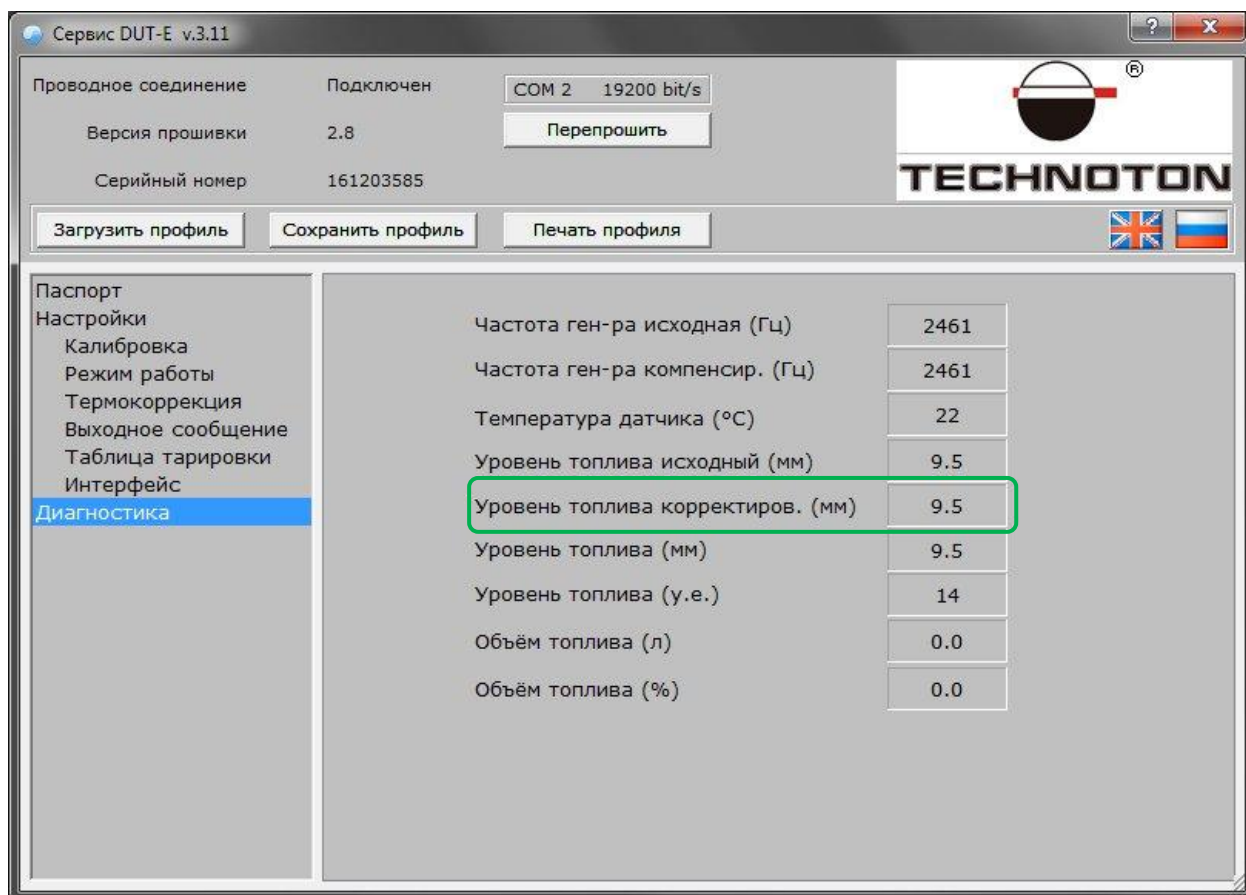
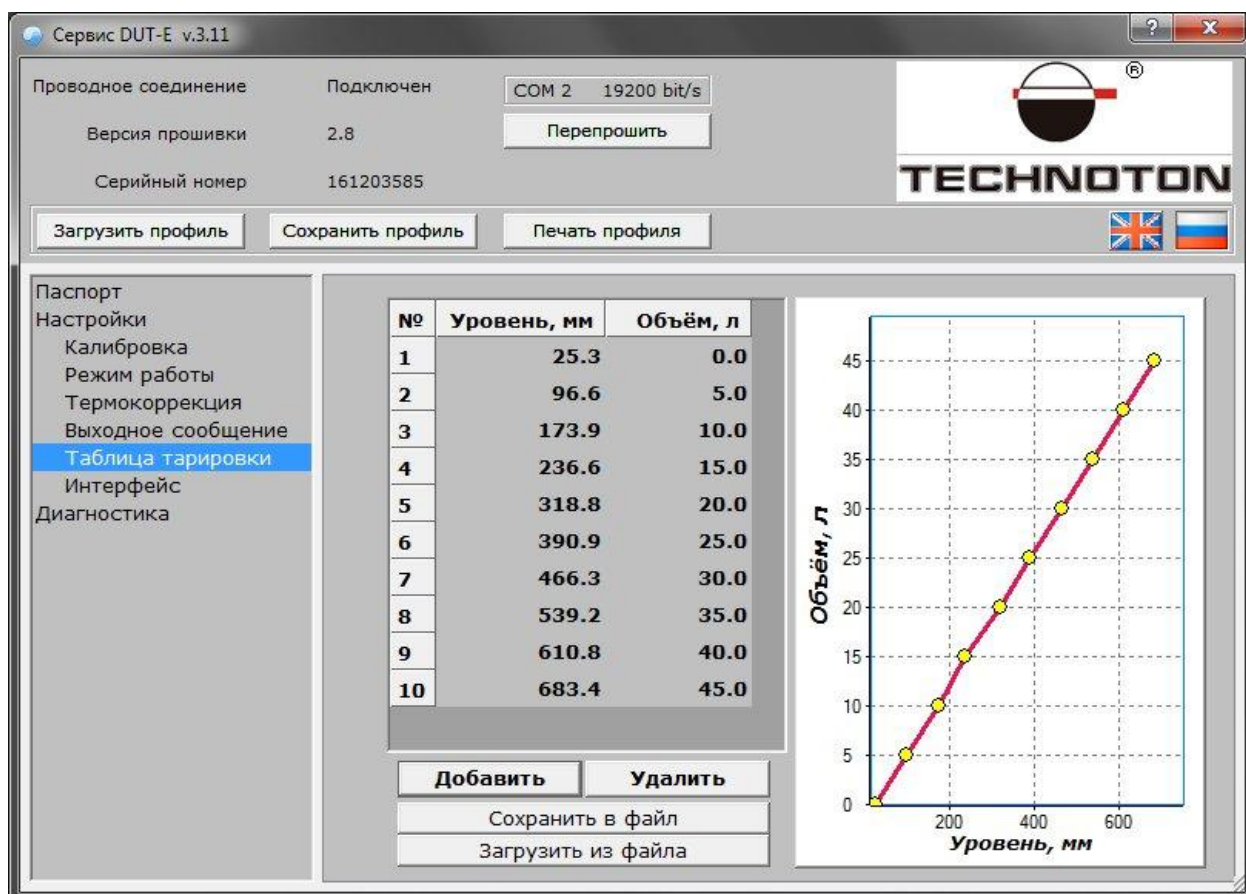

Рисунок 11
Рисунок 12
3.3.2. Заливая отмеренными порциями топливо в бак записывать в виде таблицы количество топлива, залитое в бак и соответствующее ему показание Уровень топлива корректиров. (мм) из окна Диагностика (Рис. 11). В результате получится Тарировочная таблица (Рис. 12).